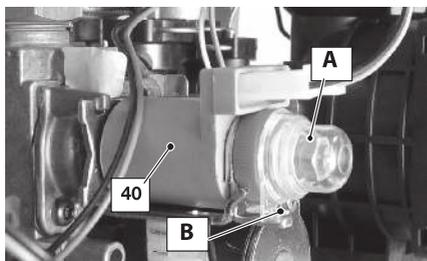

Рисунок 7.2
- Снимите защитную заглушку «А» модулирующего устройства 40 (Рисунок 7.2), освободив её из упора «В», и поддев её плоской отверткой.
- Установите на место защитную заглушку «А» (Рисунок 7.2)